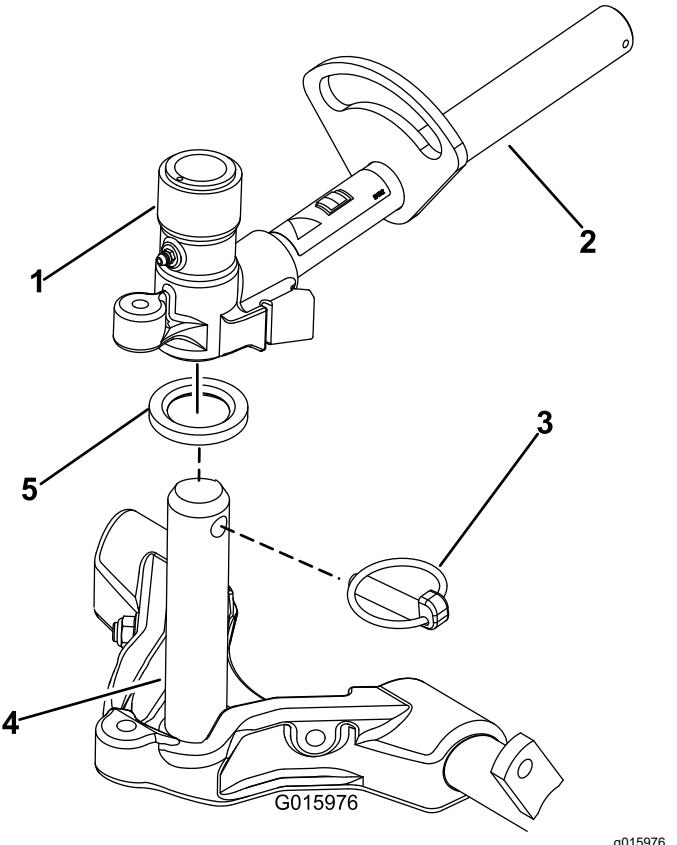

Figura 16
- Rivestite l'albero del telaio portante di grasso pulito (Figura 16).
- Per gli elementi di taglio anteriori, infilate un elemento di taglio sotto il braccio di sollevamento mentre inserite l'albero del telaio portante nella forcella di articolazione del braccio di sollevamento (Figura 16). Assicuratevi che la rondella di spinta sia in posizione corretta sull'albero del telaio portante.
- Fissate l'albero del telaio portante alla forcella del braccio di sollevamento con il perno di ritenuta (Figura 16).
- Inserite la forcella del braccio di sollevamento nell'albero del telaio portante (Figura 16).